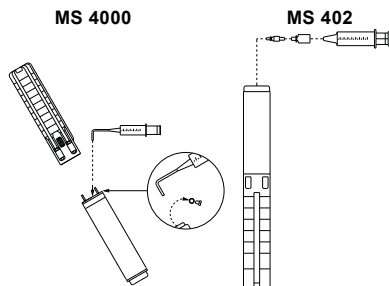

Fig. 3 Posición de la bomba durante el llenado (MS 4000 y MS 402)
1. Sitúe la bomba sumergible como se muestra en la fig. 3. Asegúrese de que el tapón de llenado se encuentre en el punto más alto del motor.
3. Inyecte líquido en el motor con la jeringuilla de llenado (fig. 3) hasta que se desborde por el orificio de llenado.